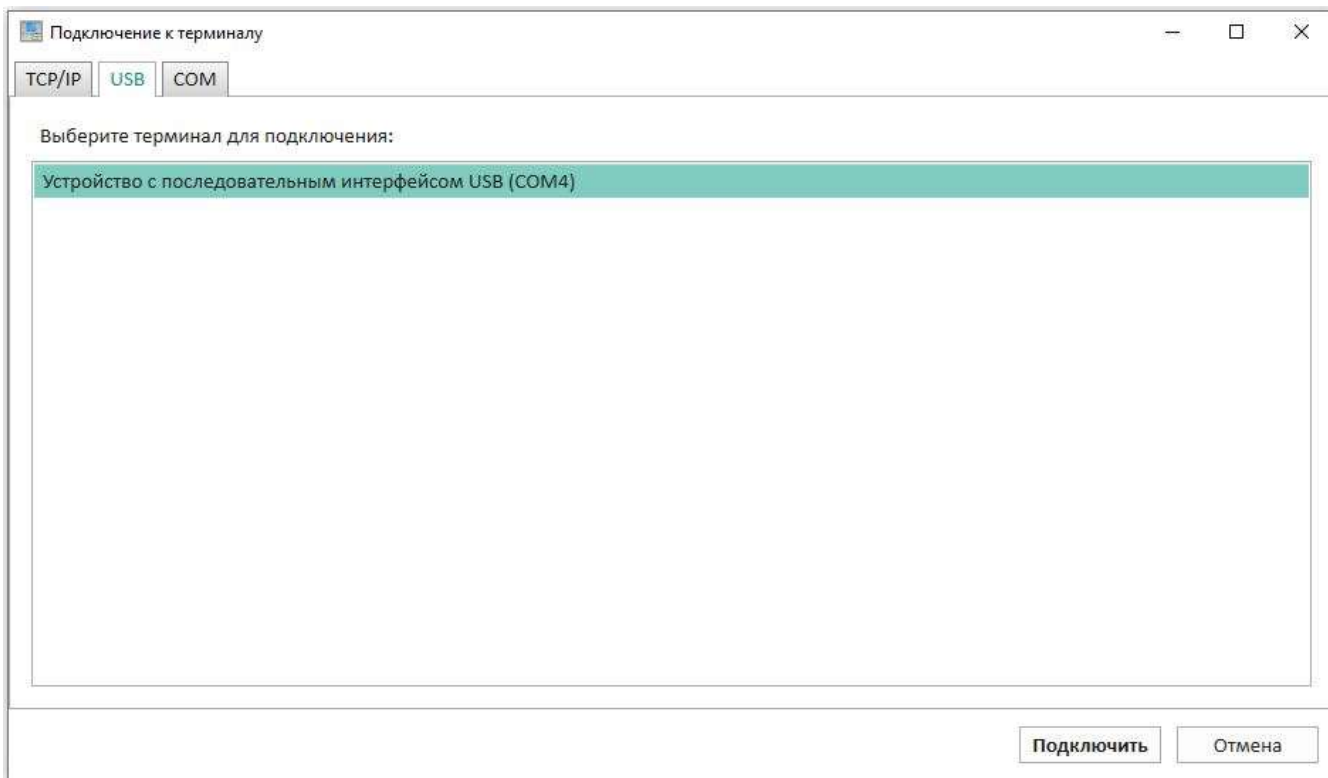

Рисунок 2
– USB. Данная вкладка автоматически выполняет поиск подключенных через USB устройств. Для подключения необходимо выбрать устройство из списка и нажать на кнопку **Подключить** (рисунок 2);